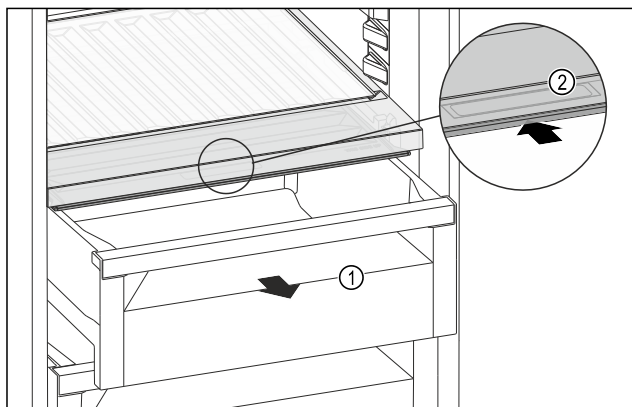

Fig. 163
- ▶ Извлеките выдвигной ящик Fig. 163 (1).
- ▶ Возьмитесь за утопленную ручку Fig. 163 (2) на крышке отделения и одновременно введите крышку отделения назад.